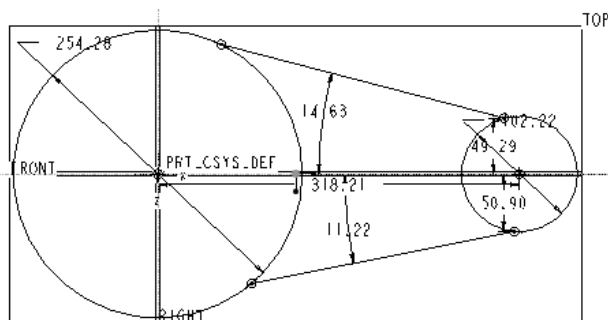

图 3.17 画完圆和直线后的情况
(4) 单击【草绘】按钮进入草绘模式，现在开始进行草图设计。单击【草绘器】操控板中的创建圆按钮 ，绘制两个圆，其中一个圆心对齐基准中心。单击【创建线】按钮 ，绘制两条直线与两个圆相交，结果如图 3.17 所示。